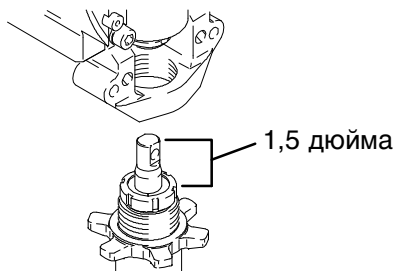

Рис. 18
1. См. Рис. 18. Вытащите шток поршня на 38 мм. Вкручивайте насос до тех пор, пока не совпадут отверстия в крестовине подшипника и в штоке поршня.